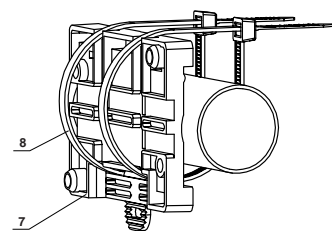

Fig. 3
8. Para montar el dispositivo sobre un riel DIN fije el soporte (7) al dispositivo utilizando dos tornillos (4) e introduzca el dispositivo sobre el riel DIN.
9. Para montar el dispositivo a una tubería fije el soporte (7) a la tubería usando dos amarres de cables de 6 mm (Fig. 3), luego fije el equipo al soporte (7) usando tornillos (4).
10. Para montar el dispositivo sobre una pared utilice dos orificios para los tornillos (4)
11. Colocar los dos cobertores deslizantes (1) sobre el panel frontal (2).